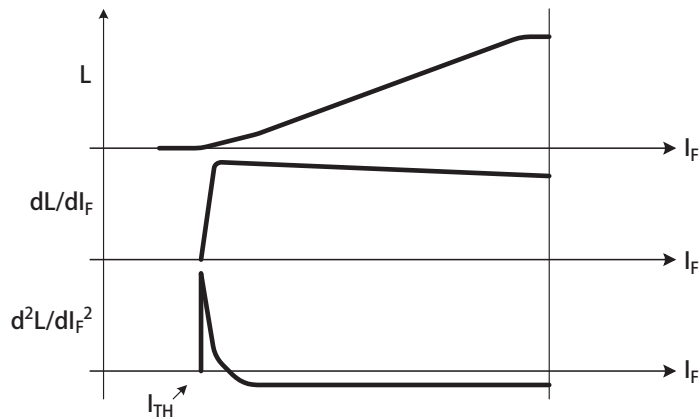

图4. 阈值电流的图解算法
此阈值电流是LD开始发射激光的电流。一种确定阈值的方法是二阶导数技术。这种方法的阈值定义为光输出二阶导数的首个极大值，而且用光测量结果 (L) 计算。这已在图4中标出。